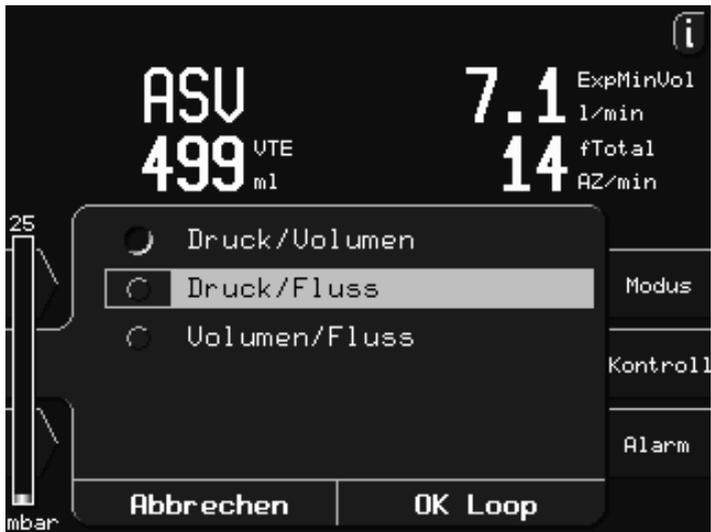
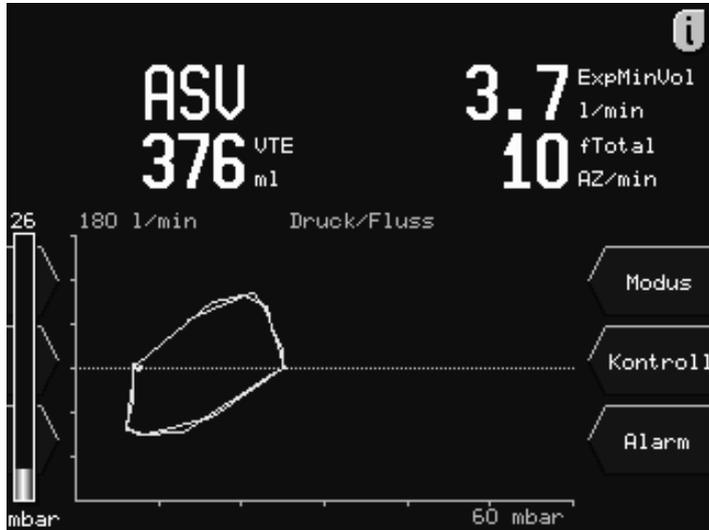

Abbildung 5-6. Fenster Loopauswahl
Abbildung 5-7. Loopbildschirm
3. Das Fenster Loopauswahl wird angezeigt (Abbildung 5-6). Wählen und aktivieren Sie die gewünschten Parameter für X- und Y-Achse und bestätigen Sie Ihre Auswahl. Der Loop wird angezeigt (Abbildung 5-7).